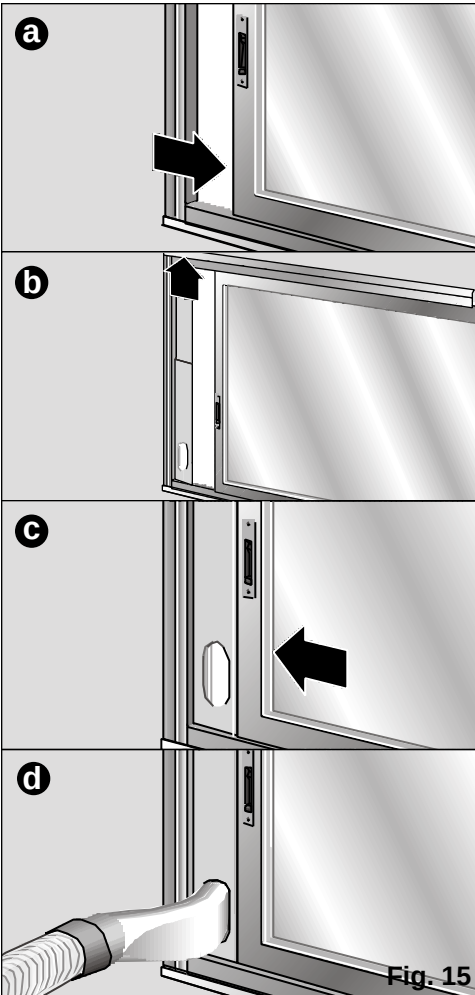

Fig. 15
- Il est également possible d'utiliser l'accessoire d'installation coulisse fenêtre / balcon (voir Description des accessoires). **Fig. 15 : a, b, c, d.** Celui-ci sert aussi bien pour les fenêtres horizontales que verticales / les balcons.